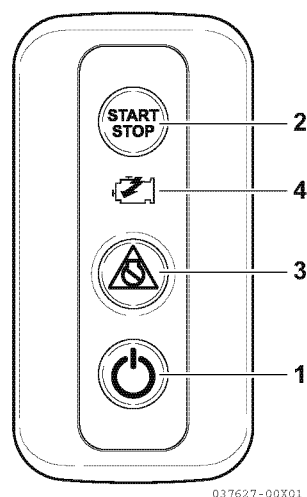

Figure 1
4. Premere l'interruttore di accensione sul quadro interruttori della stazione selezionata (**Figure 1, (1)**).
9. Premere l'interruttore START/STOP del motore (**Figure 1 (2)**) e accendere il motorino di avviamento.